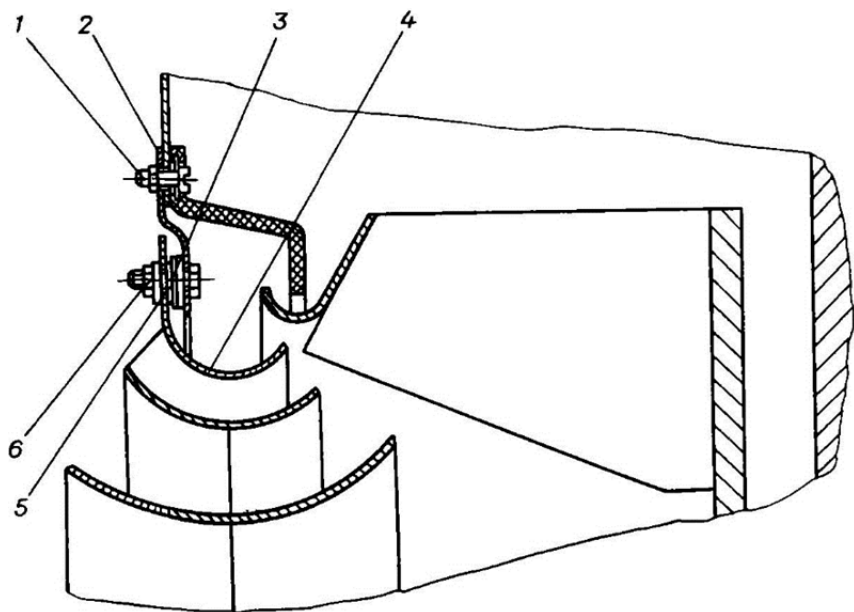

Рис. 6.2. Входной направляющий аппарат вентилятора:
1) отвернуть гайки 6 (рис. 6.2) крепления входного направляющего аппарата 4 и демонтировать его;